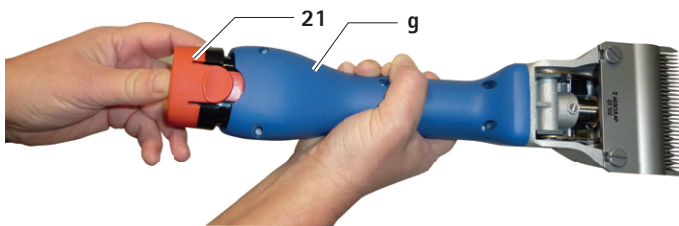

Fig. 2
- Retirer l'accu Li-ion 21, le charger et/ou insérer un accu Li-ion de rechange GT641 (3INR19/66-1) dans la tondeuse à accu g, voir Fig. 2.